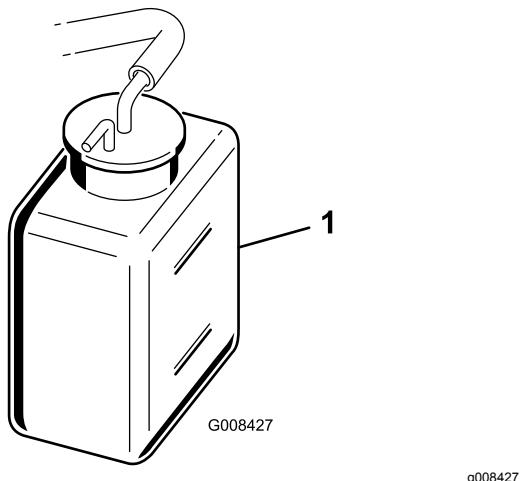

Figura 28
2. Controllate il livello del refrigerante (Figura 28).